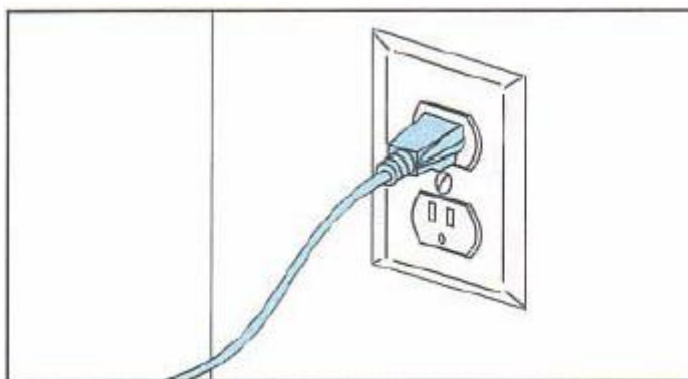

Figura 5: Conectando a uma tomada exclusiva e com ponto de terra
1. Conecte o plugue do cabo de alimentação fornecido, diretamente na TUE (tomada de uso Específico), devidamente aterrada, como mostrado na Figura 5 na página 19. (Se usar uma fonte de alimentação sem Interrupção (UPS), conecte o cabo diretamente na UPS).